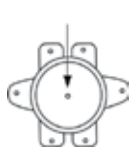

Рис. 12
- для горизонтальных водонагревателей серии FSM2/FSQ2: нажать до щелчка кнопку, расположенную по центру термовыключателя, который находится рядом с ТЭНом (имеет круглую форму), рис. 12;